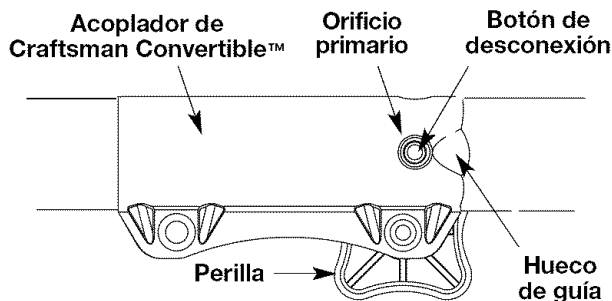
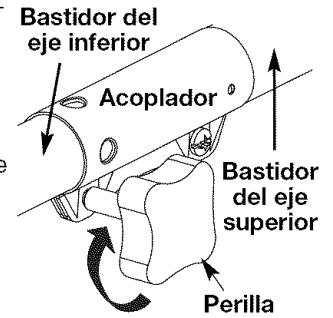

Fig. 9
Fig. 10
3. Mientras que firmemente sostiene el accesorio, empújelo derecho en el acoplador hasta el botón liberador (Fig. 9) se encaja a presión hacia el agujero primario (Fig. 9). El agujero primario está en el lado opuesto del acoplador de la perilla (Fig. 9). La alineación del botón de desconexión con el hueco de guía facilitará la instalación (Fig. 9).
4. Gire la perilla en sentido horario para ajustarla (Fig. 10).
**PRECAUCION :** Trabe el botón de desconexión en el orificio primario (Fig. 9) y ajuste bien la perilla (Fig.10) antes de operar esta unidad.
3. Opima y sostenga el botón de desconexión (Fig. 9).
4. Mientras sostiene el bastidor del eje superior con firmeza, tire del accesorio de corte o accesorio en línea recta fuera del acoplador (Fig. 10).
**PRECAUCION :** Antes de operar esta unidad, cerciérese de que el botón de desenganche esté completamente trancado en el orificio primario (Fig. 9), y que la perilla (Fig. 10) esté suficientemente apretada.